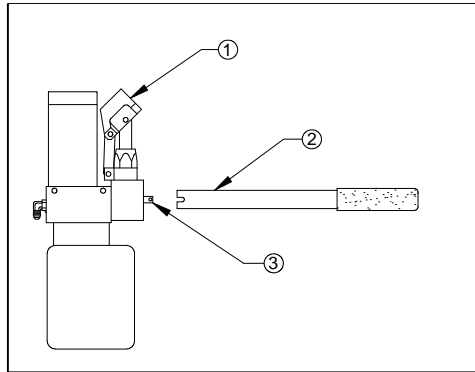

ABBILDUNG 11: ANHEBEN ODER SENKEN DER PLATTFORM
- 3) Orientieren Sie sich an **Abbildung 11**. Drehen Sie die Griffverlängerung um eine Vierteldrehung im GEGENUHRZEIGERSINN, um die Plattform auszufahren. Drehen Sie den Griff im UHRZEIGERSINN, um das Ventil zu schließen, wenn die Plattform die Höhe des Fahrzeugbodens erreicht hat. Senken Sie die Plattform nicht unter die Höhe des Fahrzeugbodens. Das hintere Ende der inneren Rollsperrung muss flach auf dem Fahrzeugboden aufliegen.